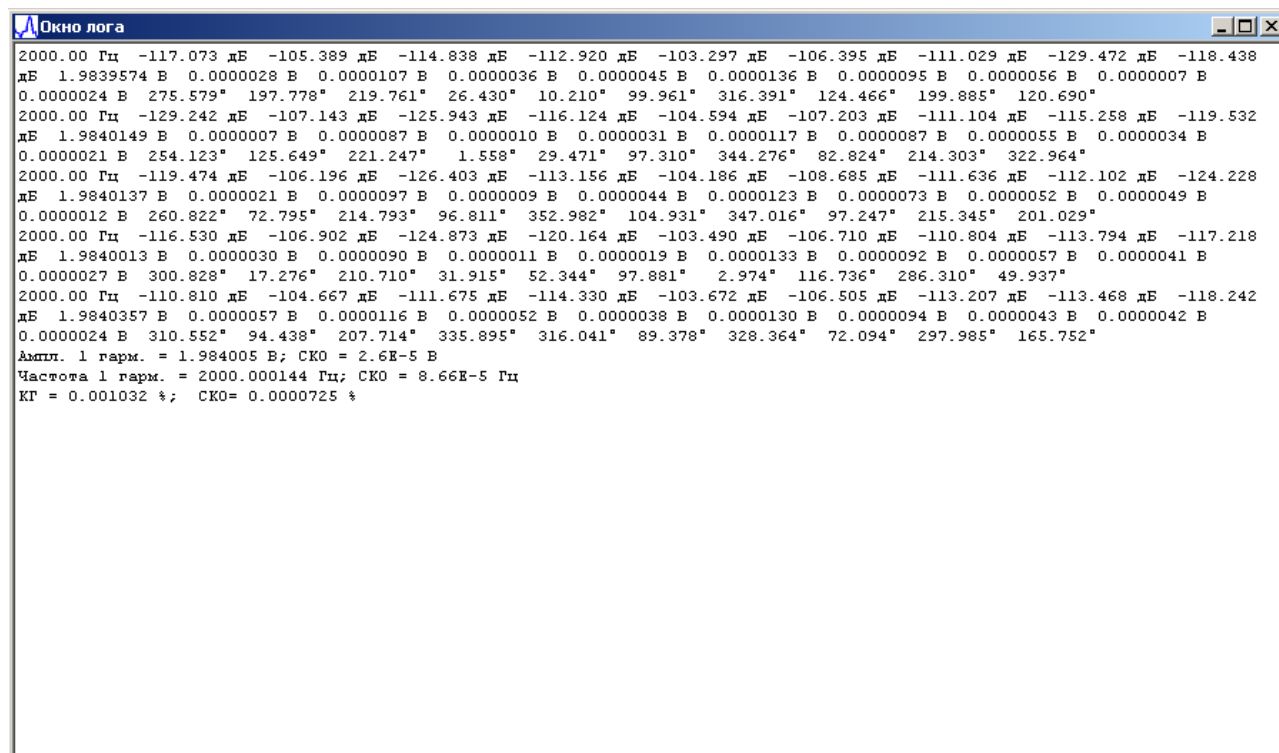

Рисунок 9. Окно «Лог»
1) «Показать» открывает окно для просмотра результатов измерений (см. рисунок 9). Расположение данных в этом окне (слева направо) следующее. Сначала указана заданная частота первой гармоники в герцах, затем амплитуды N (где N – заданное в настройках число измеряемых гармоник) высших гармоник в децибелах относительно амплитуды первой гармоники, затем абсолютные значения амплитуд первой и высших гармоник в вольтах, затем фазы основной и высших гармоник в градусах. Стоит отметить следующую особенность значений фаз: фазы высших гармоник вычисляются относительно фазы основной гармоники, т.е. если фаза основной гармоники случайным образом изменяется от измерения к измерению, то значения фаз высших гармоник для одного и того же сигнала с достаточно большими значениями амплитуд высших гармоник будут постоянными.